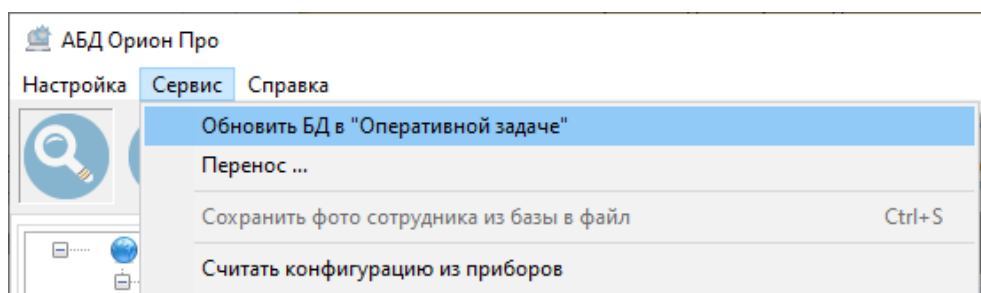

Рисунок 6-14 Обновление БД в ядре опроса
- 2) выберите в контекстном меню команду «Обновить БД в «Оперативной задаче» (см. Рисунок 6-14).